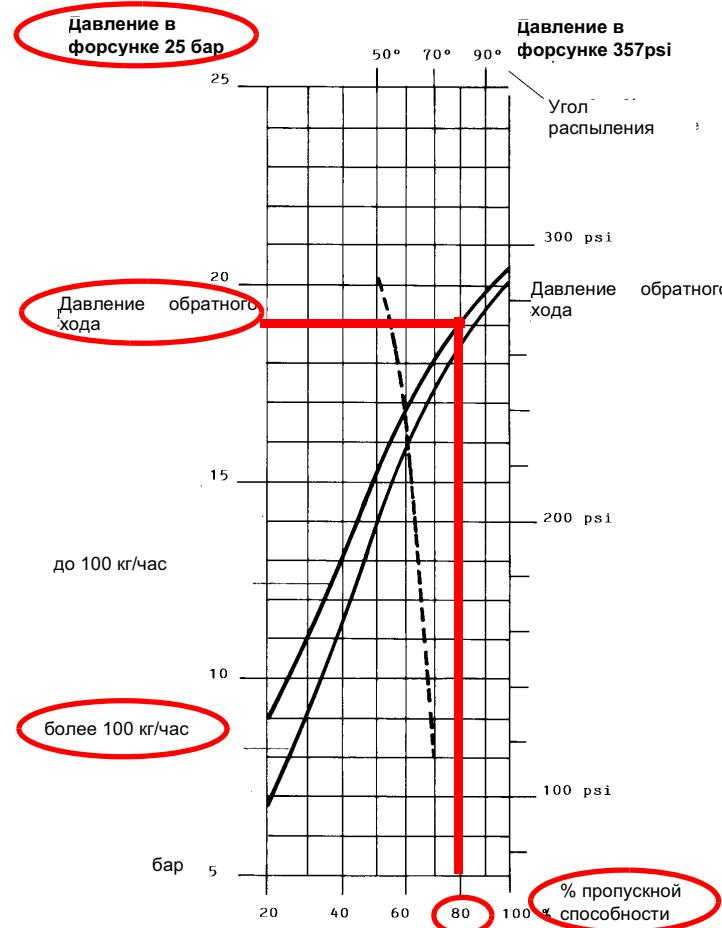
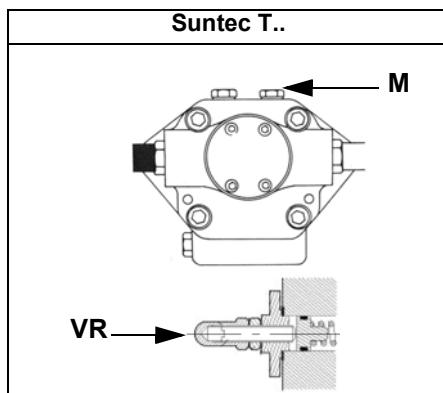
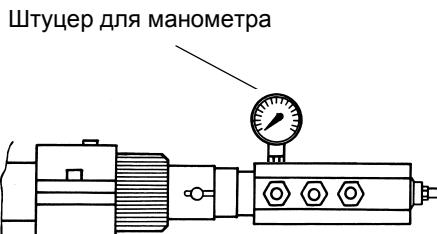

Рис. 21
Рис. 23
Рис. 24
Расход дизельного топлива регулируется за счет выбора форсунки (противопоточного типа), соответствующего мощности котла и типу применения размера, а также регулировки давления на прямом и обратном ходе жидкого топлива, согласно данных, указанных в таблице и на графике на Рис. 21 (для считывания давления - читайте последующие параграфы).
Пример: 80% номинального расхода на форсунке можно получить, если установлены форсунки с расходом более 100 кг/час, при давлении на обратном ходе примерно равном 18 бар (см. график на Рис. 21).
- 3 выпустить воздух со штуцера (M) манометра насоса (Рис. 23), расслабив слегка заглушку, но не снимая ее; затем отпустить контактор;
- 9 Давление питания форсунки уже отрегулировано заранее на заводе-изготовителе и не должно изменяться. Только в случае необходимости, отрегулировать давление питания (см. соответствующий параграф) следующим образом: установить манометр в положение, указанное на Рис. 24, воздействовать на регулировочный винт VR насоса (см. Рис. 23) до получения на форсунке давления в 25 бар (форсунки Fluidics или форсунки Bergonzo- см. графики на Рис. 21 -Рис. 22);
- 13 Сместить кулачок IV (малое пламя на мазутном топливе) в сторону минимальной мощности, с тем, чтобы сервопривод начал закрываться, до тех пор, пока два подшипничка не совместятся с регулировочным винтом, относящимся к самой низкой точке: закручивать винт V2 для увеличения расхода, откручивать - для уменьшения, с целью получения значения давления, как на графике на Рис. 21-Рис. 22, на основании требуемого расхода.